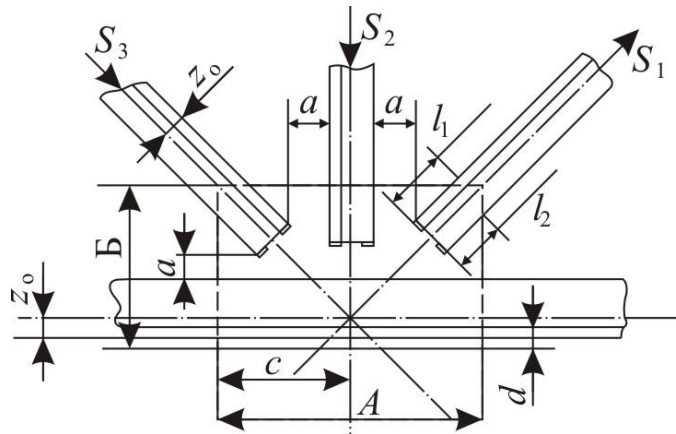

Рисунок 20
*Примітка.* Незалежно від розрахунку довжини  $l_1$  і  $l_2$  не повинна бути меншим за 60 мм. Розміри зварних швів  $l_1$  і  $l_2$  визначають розміри фасонки (див. рис. 20): її довжину  $A$  і ширину  $B$ . До нижнього пояса фасонки приварюють безперервним швом мінімального катета.